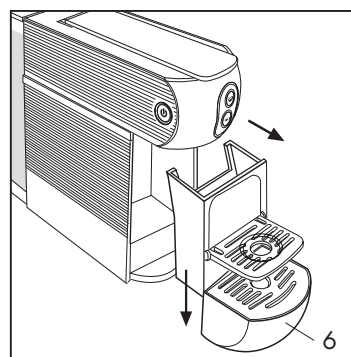

Abb. 12
Dazu die Schale (6) **(Abb. 12)** heraus nehmen und vom Sammelbehälter trennen, indem Sie sie nach unten ziehen. Gehen Sie vorsichtig vor, da die Schale Flüssigkeit enthalten könnte.